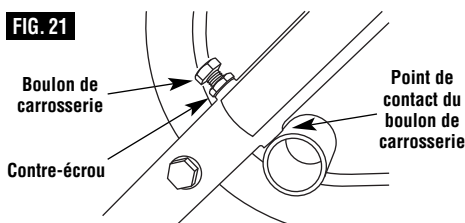

FIG. 21
1. En vous servant d'une clé, desserrez le contre-écrou de chaque côté du support d'un quart de tour seulement (figure 21).